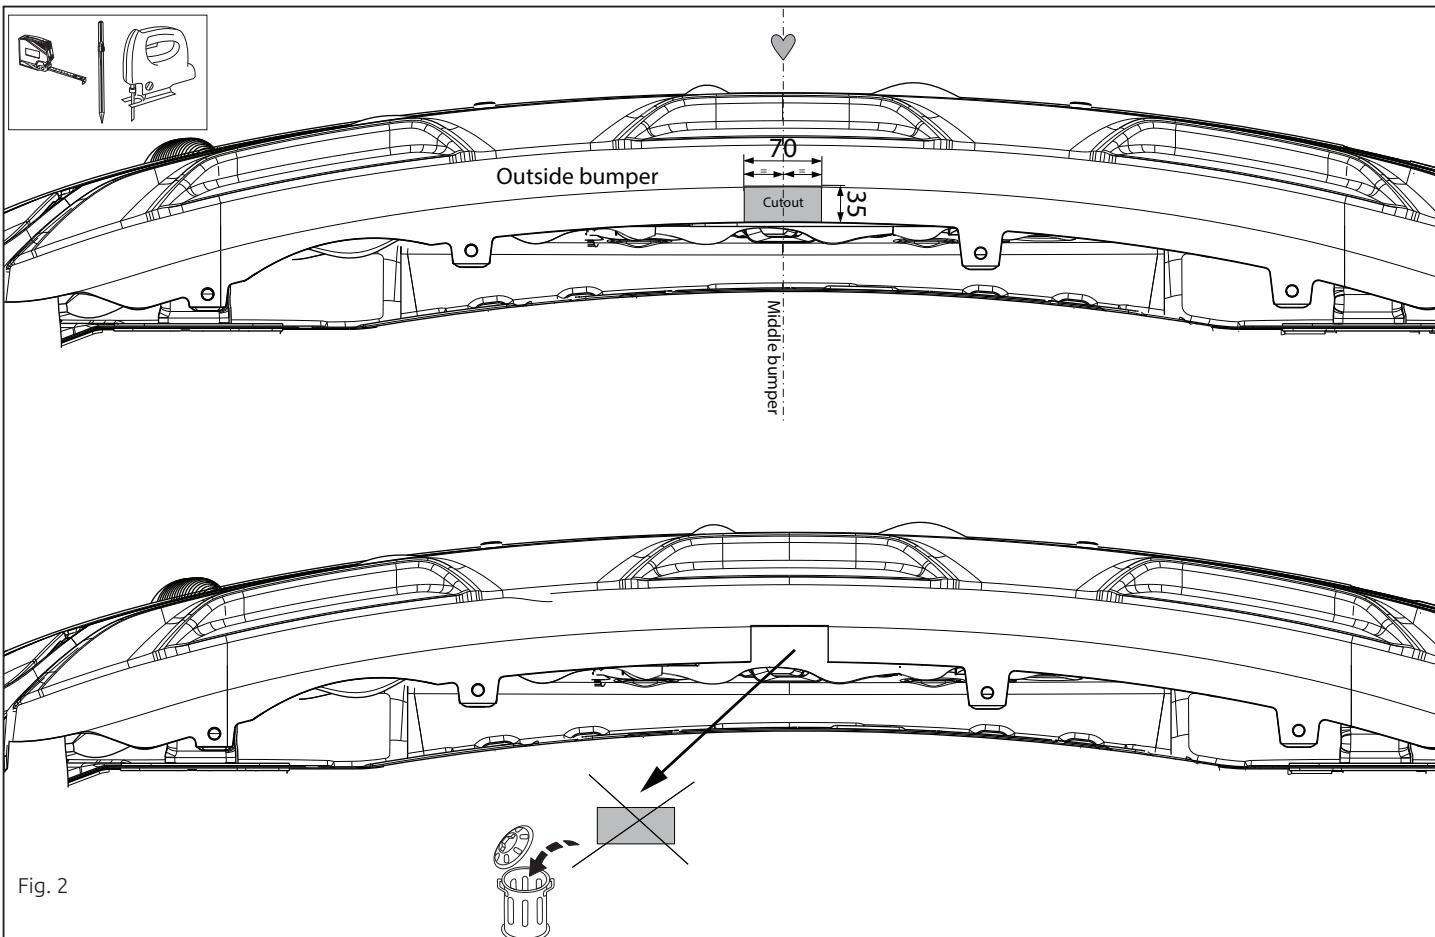

Fig. 2
- Выпилить часть из бампера в середине снизу, как указано на рис. 2.